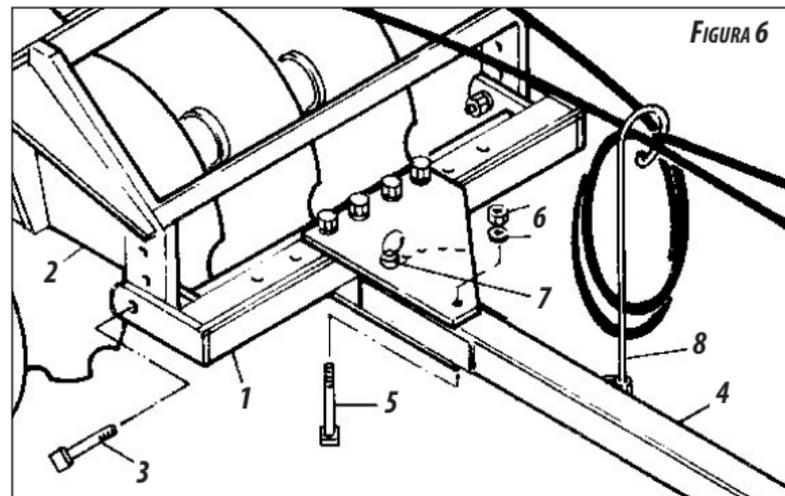

FIGURA 6
- Colocar el cilindro hidráulico (13) **figura 6**, de manera que la base del cilindro sea colocada en la barra estabilizadora delantera y el vástago del cilindro en la barra estabilizadora trasera a través del perno (14), trabando con el tornillo (15).
- Conectar las mangueras (16), en el cilindro hidráulico.
- Colocar la barra transversal completa (1) **figura 6**, en la armación delantera (2) a través de los tornillos (3).
- Introducir el cabezal de enganche (4), entre las chapas superior e inferior de la barra transversal, fijando con el tornillo (5) arandela y tuerca (6). Colocar el perno de regulación (7).
- Fijar en el cabezal el soporte de las mangueras (8), pasando las mangueras por el mismo.